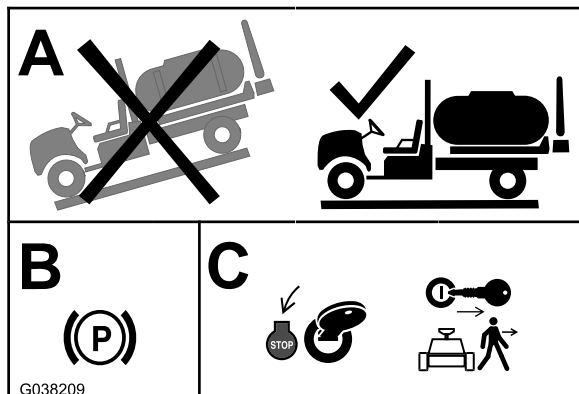

図 1
1. 平らな場所に駐車する 図 1。
2. 駐車ブレーキを掛ける 図 1。
3. エンジンを止め、キーを抜き取る 図 1。